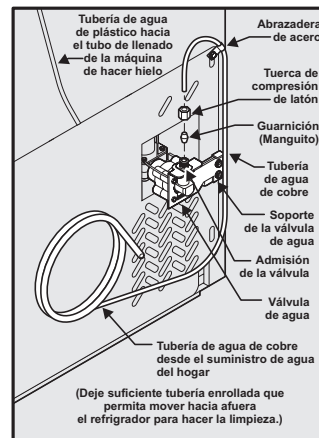

Figura 1
- 2 Coloque las tapas de extremo de la manija del congelador sobre los pernos (A) superiores e inferiores previamente instalados en la puerta asegurándose de que los agujeros de los tornillos de fijación queden orientados hacia la puerta del refrigerador. (Vea la figura 1).
- 3 Mientras sostiene la manija firmemente contra la puerta, apriete los tornillos de fijación superiores e inferiores tipo "Allen" (B) con la llave tipo "Allen" proporcionada. (Vea la figura 1).
4. Si utiliza tubos de cobre, deslice la tuerca de compresión metálica, seguida del casquillo (manguito), en la tubería de suministro de agua. Encaje la tubería de suministro de agua en el grifo (6,4 mm). Deslice el casquillo (manguito) en la toma del grifo y apriete la tuerca de compresión en el grifo de forma manual. Luego utilice una llave para darle otra media vuelta, pero SIN apretarla en exceso. Consulte la Figura 1.